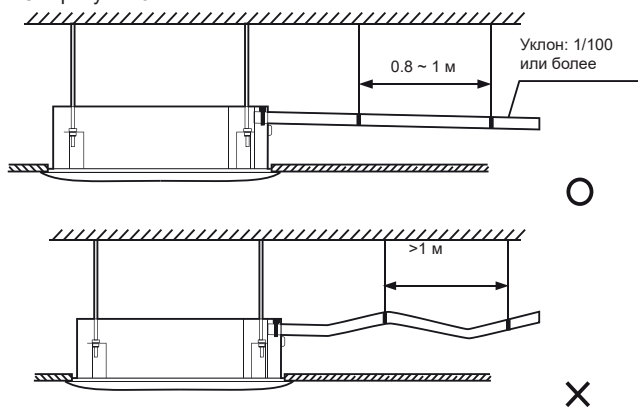

Рисунок 5.1
4. Для предотвращения обратного потока воды под кожух кондиционера при остановке в работе убедитесь, что трубопровод дренажа воды направлен вниз снаружи (сторона дренажа) с уклоном более 1/100. Убедитесь, что в дренажной трубе вода не скапливается, при этом она будет издавать непривычные звуки. См. рисунок 5.1
5. При соединении трубопровода воды не применяйте силу, чтобы не ослабить соединение с другой стороны. В то же время, установите опоры на каждом участке в 0,8- 1 м для предотвращения изгибов. См. рисунок 5.1